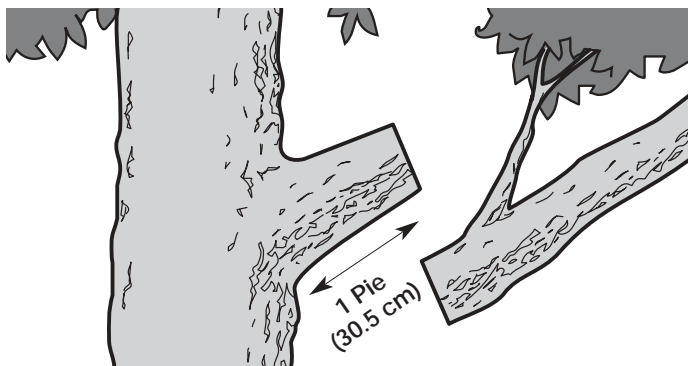

Fig. 13
2. Realice el primer corte a un (1) pie (30.5 cm) del lugar del corte final (Fig. 13).